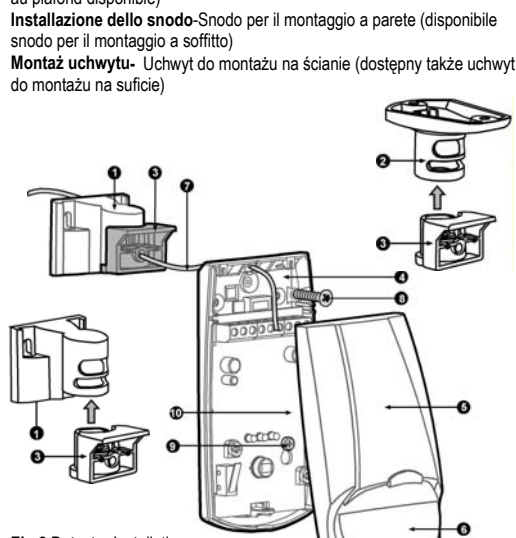

Fig 2 Detector Installation
2. Remove the PC board by unscrewing the holding screw located on the board.(Fig. 2- 9)
1. Retirar la cobertura de enfrente por medio de destornillar los tornillos que sostienen el dispositivo (Fig. 2-11) y con cuidado levante la cobertura de enfrente. (Fig. 2 - 5).
2. Retire el tablero PC por medio de destornillar los tornillos que lo sostienen situados en el tablero (Fig. 2 - 9)